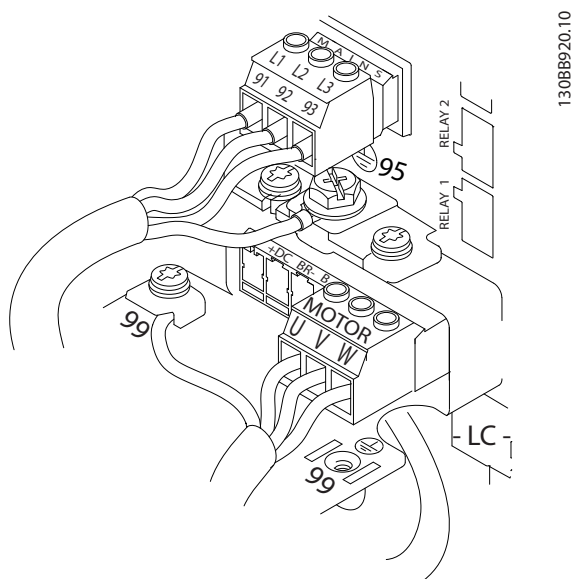

Abbildung 2.8 Beispiel für die Verdrahtung von Motor, Netz und Erdung
In *Abbildung 2.8* wird der Netzeingang, Motor und die Erdung für grundlegende Frequenzumrichter dargestellt. Die jeweiligen Konfigurationen ändern sich je nach Einheit und optionaler Ausrüstung.
- Schließen Sie die 3 Phasen des Netzeingangs an die Klemmen L1, L2 und L3 an (siehe *Abbildung 2.8*).